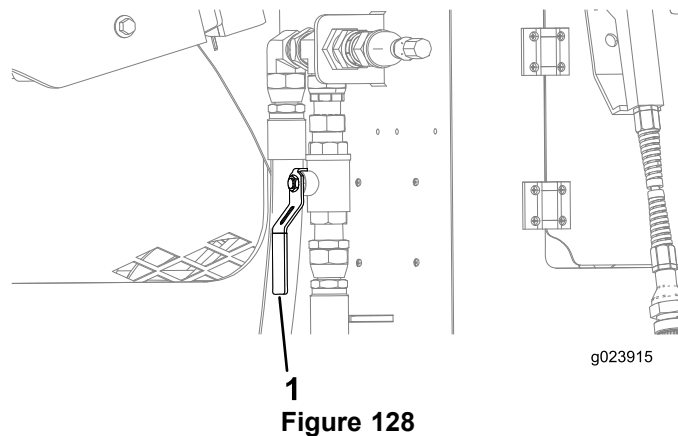

Figure 128
B. Ouvrez le robinet près du compartiment arrière (Figure 128).